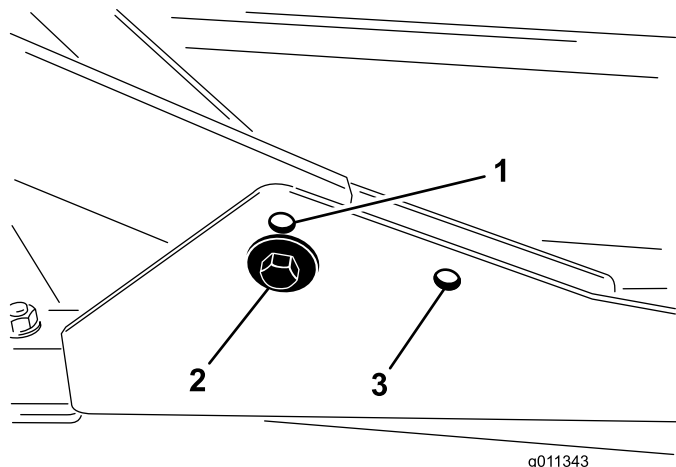

Figura 7
1. Para alturas de corte entre 2,0 a 7,6 cm, monte as estruturas de suporte frontais nos furos de montagem frontais inferiores (Figura 7).
2. Para alturas de corte entre 6,3 a 10 cm, monte as estruturas de suporte frontais nos furos de montagem frontais superiores (Figura 7).
Para todas as alturas de corte, monte a plataforma de corte traseira nos furos de montagem traseiros (Figura 7).